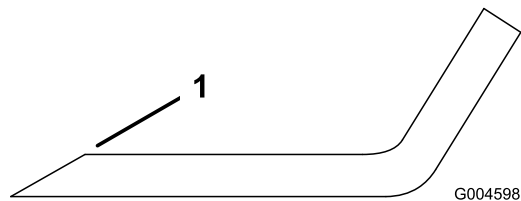

Bild 37
1. Anvend en fil til at slibe begge ender af skærekniven (Bild 37). Bevar den oprindelige vinkel. Skærekniven bevarer balancen, hvis der fjernes den samme mængde materiale på begge skærekanten.